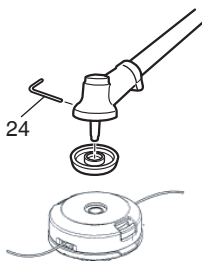

Fig. 11
3. Instalación (Fig. 11)
- Inserte la llave Allen (24) en el orificio de la caja de engranajes/caja de corte para bloquear el tubo del eje de distribución.